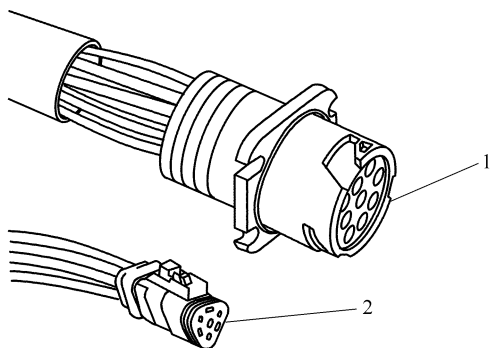
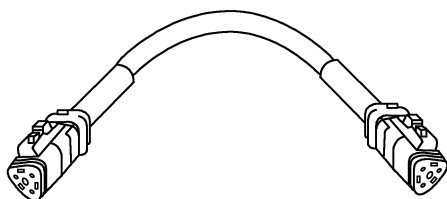

图 5-16 9 针插头和 3 针插座
图 5-17 小型主干线束
④ 有些发动机线束，如 QSK19、CM850 发动机线束，包括一个完整的 SAE J1939 主干线束。与服务软件的连接可通过一个 9 针插头（零件号为 3162848）或一个 3 针插座（零件号为 3162847）来实现。9 针插头和 3 针插座如图 5-16 所示。
⑤ 要检查是否是 J1939 主干线束，应断开钥匙开关，测量 3 针 Deutsch 插头上的 SAE J1939 数据通信接口（+）触针与（-）触针之间的电阻，应为 60Ω 。
⑥ 如果发动机没有提供 J1939 主干线束，并且数据通信采用 3 针插座，则必须增加一个小型主干线束（图 5-17）。
⑦ 康明斯发动机数据通信插头种类和支持的数据通信协议见表 5-1。